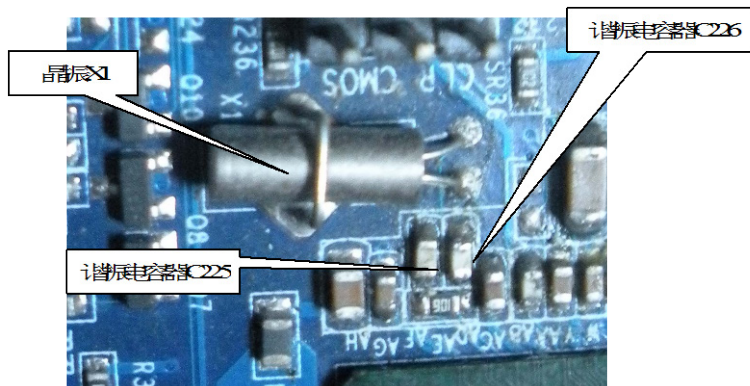

图 8-17 32.768 kHz 晶振和谐振电容器
32.768 kHz 实时时钟是整个主板上唯一的正弦波时钟信号，对它的测量可以直接用示波器测量晶振或者谐振电容器上的波形，也可以通过测量谐振电容器上的电压来测量，如图 8-17 所示为 32.768 kHz 晶振和谐振电容器，并将测量结果填入表 8-2 所示的表格中。